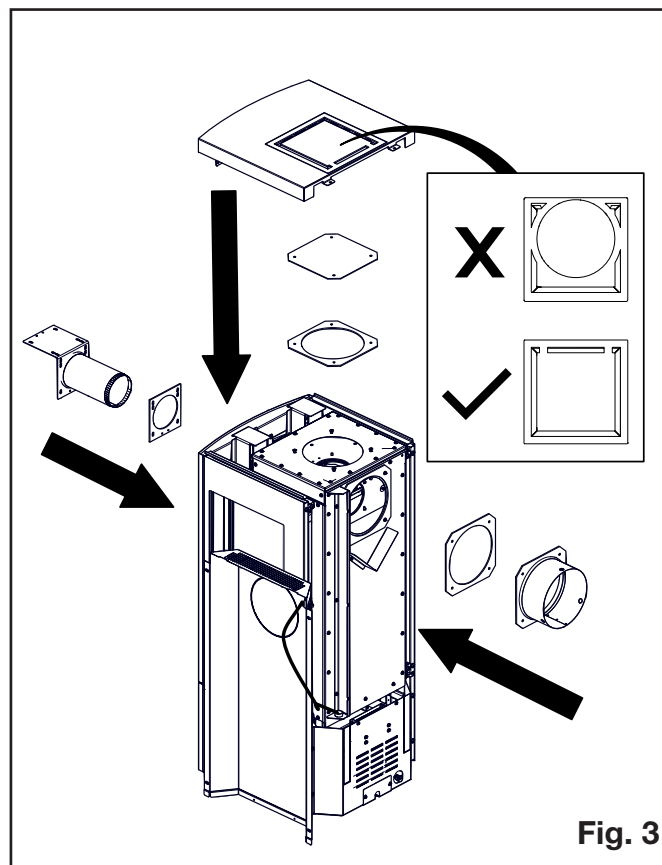

Fig. 3
5. Installez le joint et le couvercle préalablement retirés à l'arrière de l'appareil dans la partie supérieure. Réinstallez le dessus extérieur (**Fig. 3**).
6. Remplacez le support par celui fourni (**Fig. 3**).
7. Installez le joint et le collet de 4 po depuis l'intérieur du poêle à gaz, puis le joint et le collet de 7 po depuis l'extérieur (**Fig. 3**).